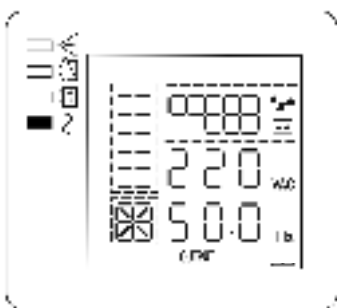

Рисунок 8 — Состояние ЖК-дисплея и индикаторов в режиме «ОСНОВНОЙ»
- Включите изделие комбинацией кнопок $\square + \square$ (см. п.1 таблицы 2). Изделие выполнит автоматическое самотестирование, определит качество входного сетевого напряжения и уровень нагрузки. Процесс самотестирования сопровождается последовательным включением/выключением всех индикаторов. После самотестирования изделие перейдет в режим «ОСНОВНОЙ» и продолжит заряд АКБ. Индикатор «БАЙПАС» погаснет, а индикатор «ИНВЕРТОР» включится (см. рисунок 8).
- Включите нагрузки. Если нагрузок много, необходимо включать их последовательно, одну за другой, на ЖК-дисплее отобразится уровень нагрузки (см. рисунок 8).
Вновь подать сетевое напряжение. Изделие должно автоматически перейти в режим «ОСНОВНОЙ» (см. рисунок 8), либо в режим «ЭКО», если параметр ECO включён (см. Приложение 2, описание настройки параметров изделия).